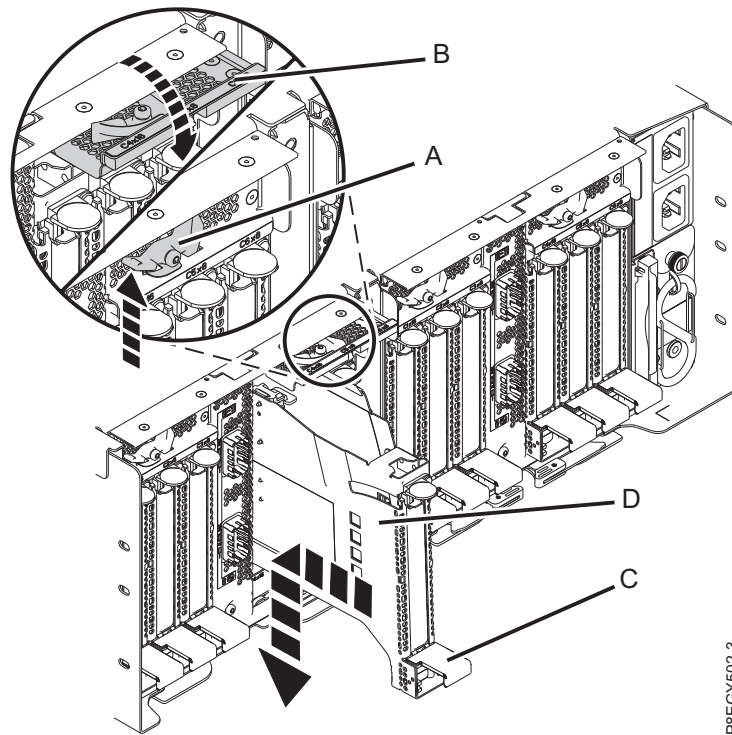

Abbildung 83. Leere PCIe-Adapterkassette im Einschub für PCIe3-Erweiterungen installieren
- b. Fassen Sie die Adapterkassette **(D)** vorsichtig an der oberen Kante an und richten Sie die Adapterkassette an dem Steckplatz aus. Siehe Abb. 83 auf Seite 81.
- d. Wenn die PCIe-Adapterkassette **(D)** vollständig in den Steckplatz geschoben ist, drücken Sie den Kassettengriff **(C)** nach unten, um die Adapterkassette **(D)** in ihrem Anschluss zu verriegeln. Siehe Abb. 83 auf Seite 81.
- e. Drehen Sie die Verriegelungsklappe **(B)** nach unten und drücken Sie sie in die geschlossene Position (siehe Abb. 83 auf Seite 81). Der Verriegelungshebel **(A)** rastet automatisch ein.